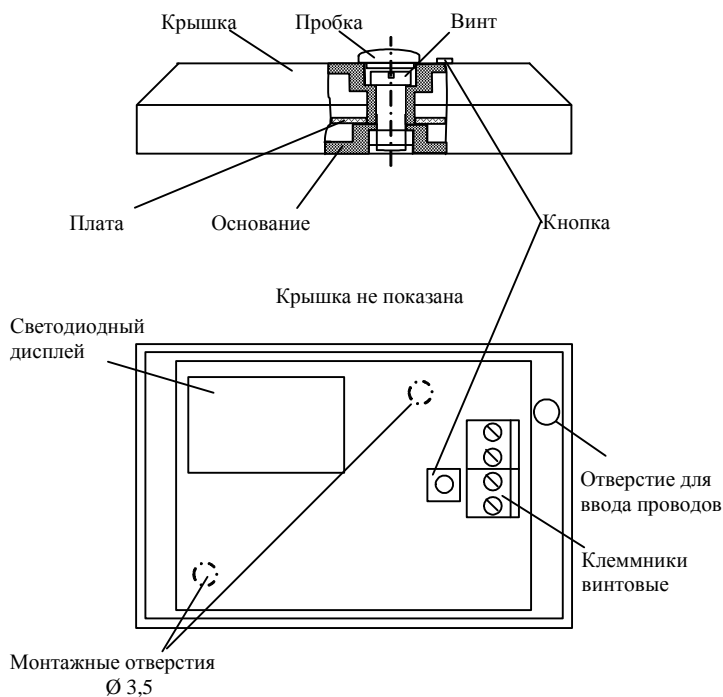

Рисунок 1
4.1.1 Конструктивно УИ состоит из основания, печатной платы с радиоэлементами и крышки, закрепленной к основанию винтом (рисунок 1). Винт сверху закрывается пробкой.